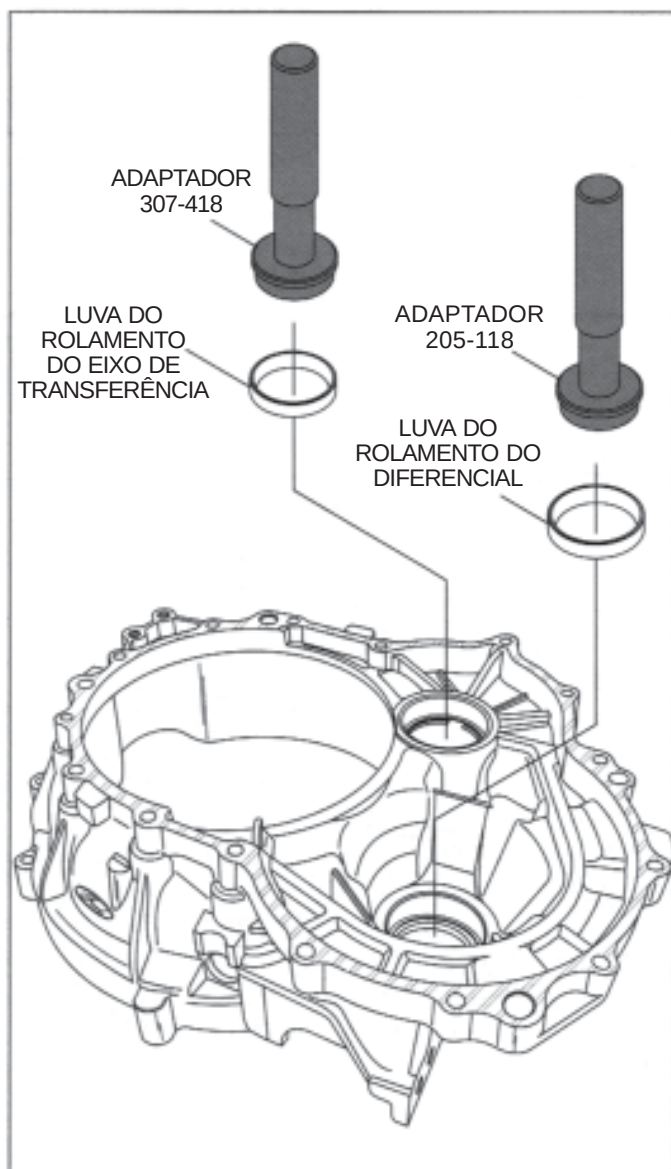

Figura 147
67. Instale a luva do rolamento do diferencial, utilizando o adaptador apropriado (Vide Figura 147).
68. Instale a luva do rolamento do eixo de transferência, utilizando o adaptador apropriado (Vide Figura 147).